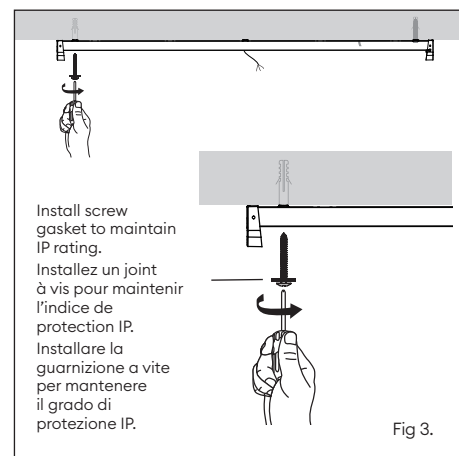

Fig 3.
- Use supplied fixings to attach luminaire to ceiling or BESA, if using the supplied wall plugs, drill Ø 6mm holes. Use supplied grommets for cable entries (Fig 3).
- Utilisez les fixations fournies pour fixer le luminaire au plafond ou au BESA. Si vous utilisez les chevilles murales fournies, percez des trous de Ø 6 mm. Utilisez les passe-câbles fournis pour les entrées de câbles (fig. 3).
- Utilizzare i fissaggi in dotazione per fissare l'apparecchio al soffitto o alla BESA; se si utilizzano i tasselli in dotazione, praticare fori di Ø 6 mm. Utilizzare i gommini in dotazione per l'ingresso dei cavi (Fig. 3).